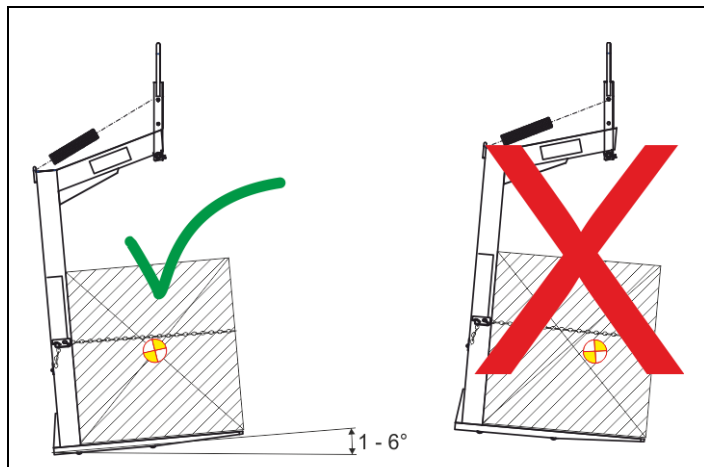

Abb. 2 Lastschwerpunkt Federlastausgleich
- ⇒ Korrekte Lage der Krangabel ↪ Abb. 2 kontrollieren.